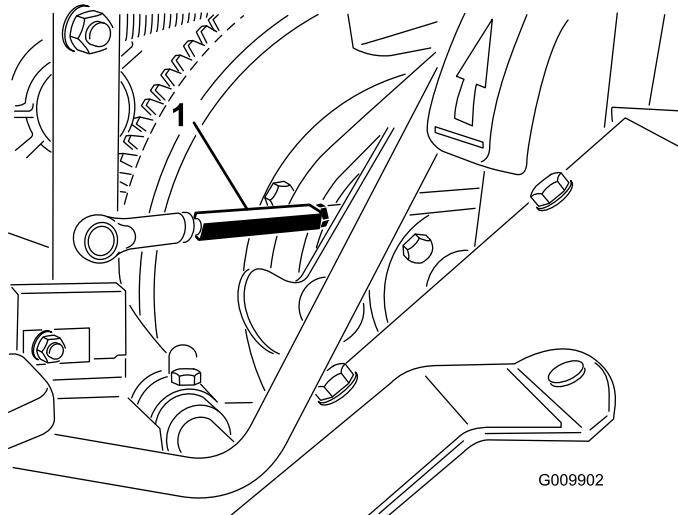

図 58
2. 各走行・ロッド・バレルの端についているジャムナットをゆるめる（図 58）。